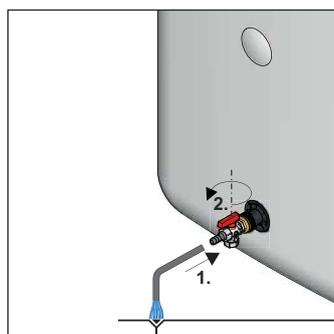
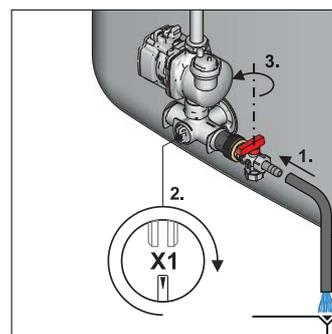

Fig. 6-1 Procedura di svuotamento **senza** $p=0$ impianto solare
Fig. 6-2 Procedura di svuotamento **con** $p=0$ impianto solare
- Collegare un tubo di scarico al **raccordo di riempimento KFE** (fig. 6-1 / fig. 6-2) e posarlo con un punto di scarico almeno al livello del pavimento.
- Solo con $p=0$ impianto solare: posizionare l'insero valvola all'angolare di raccordo in modo che sia aperta la via verso il tubo di scarico (fig. 6-2).
- Aprire il rubinetto di riempimento/svuotamento al **raccordo di riempimento KFE** e scaricare l'acqua presente nel contenitore del serbatoio fig. 6-1 / fig. 6-2.